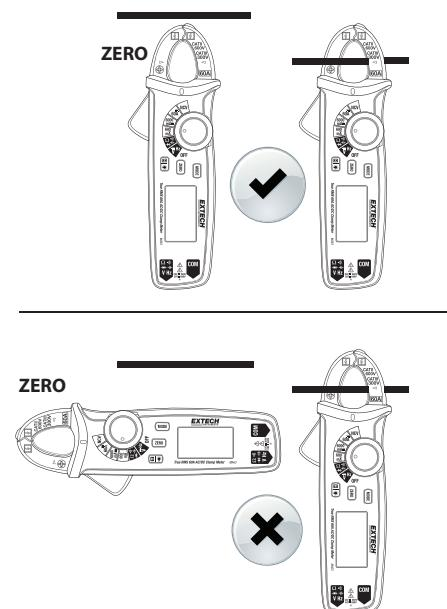

图 4 正确和错误归零方法
3. 按下 ZERO 按钮几次来清空仪表显示屏, 钳口中无导体。当钳口保持在与实际测量相同的方向时, 使仪表归零 (参见图 4)。